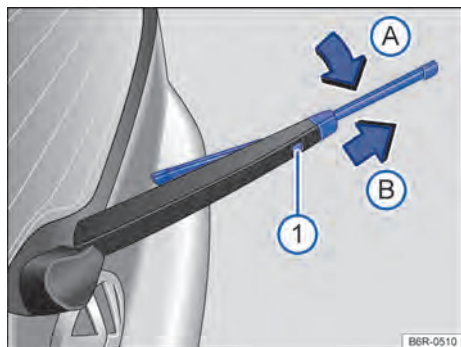

Fig. 102 Sustituir la escobilla del limpiavidrios.
- Mantenga pulsada la tecla de desbloqueo → fig. 102 ①.
- Girar la escobilla del limpiavidrios en la dirección del brazo del limpiavidrios → fig. 102 (flecha ①) y, al mismo tiempo, quitar en el sentido de la flecha ②. Para ello, podrá necesitarse un esfuerzo un poco mayor.
- Introduzca la nueva escobilla del limpiavidrios **del mismo tamaño y modelo** en el brazo del limpiavidrios en el sentido contrario a la flecha → fig. 102 ③ hasta que encaje. Para ello, el brazo del limpiavidrios debe estar en la posición rebajada (flecha ④).